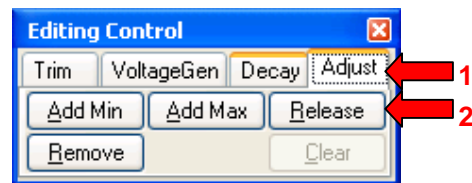

図 33: Adjust をクリックし、自動分析を開始する Release をクリックしてください。
7. 各々の歩行ステップのピークを特定すると **Release** をクリックし分析とレポート作成のためにデータをリリースします。(図33) データをリリースすると3-シグマデータに計算し表示し、レポートを作成します。